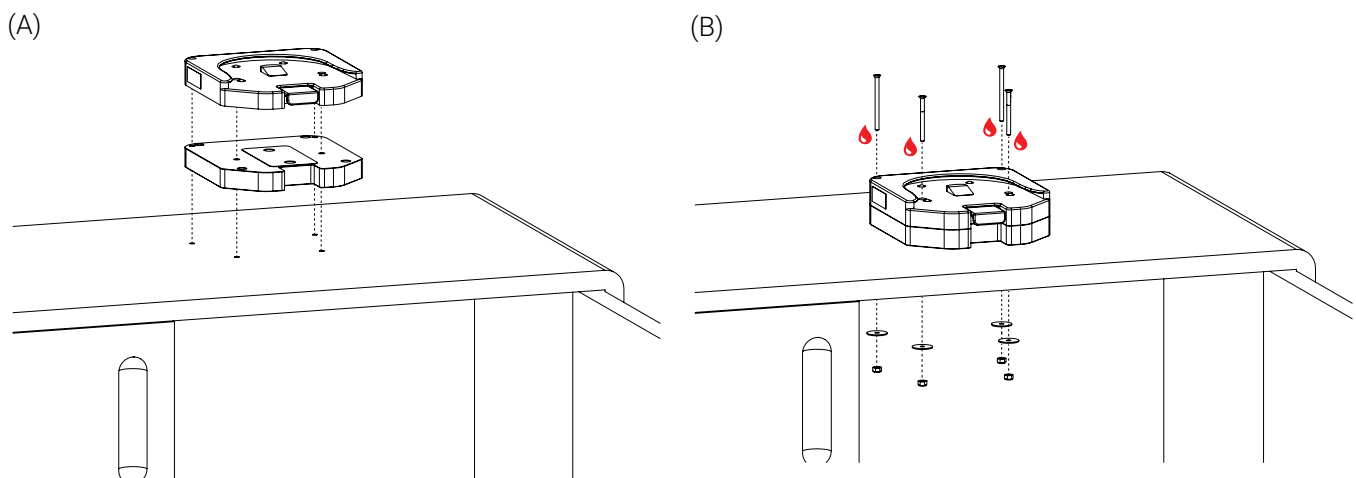

Figure 12: Installation de la Base de Fixation Standard avec un Spacer Pro sur un comptoir
6. Retirer le gabarit de perçage et percer quatre (4) trous perpendiculairement, à l'aide d'une perceuse et d'une mèche 13/64 po.
9. Placer le Spacer Pro sur la surface horizontale, étiquette manufacturière vers le bas, placer la Base de Fixation Standard par dessus le système de fixation, puis aligner les trous de vis (Figure 12 A).
10. Insérer quatre (4) vis en acier inoxydable 10-32 po enduits d'adhésif frein-filet de force élevée (🔴) par le dessus de la surface d'installation, puis par le dessous de la surface, insérer quatre (4) rondelles de 0,040 po diam. int. X 1 po diam. ext. X 0,203 po ép. et quatre (4) écrous 10-32 po D sur les tiges des vis, puis serrer en croix à l'aide d'un tournevis à tête Phillips (Figure 12 B).